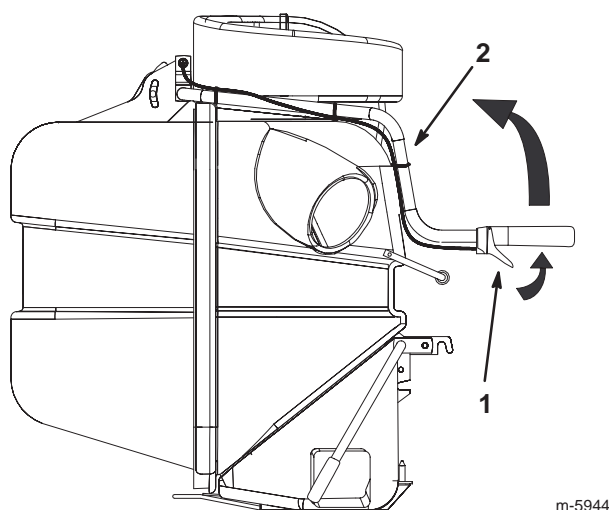

Figure 18
3. Serrez le levier du bac à herbe sur le bras (Fig. 18).
4. Élevez le bras du bac à herbe à la position la plus haute puis relâchez le levier (Fig. 18). La goupille de blocage tombe alors dans un trou à la position la plus élevée.
5. Abaissez le bras du bac à herbe pour élever l'arrière du bac (Fig. 18).
6. Fermez l'arrière du bac à herbe et serrez le levier (Fig. 18).
7. Abaissez le bras du bac à herbe à la position de travail (Fig. 18).